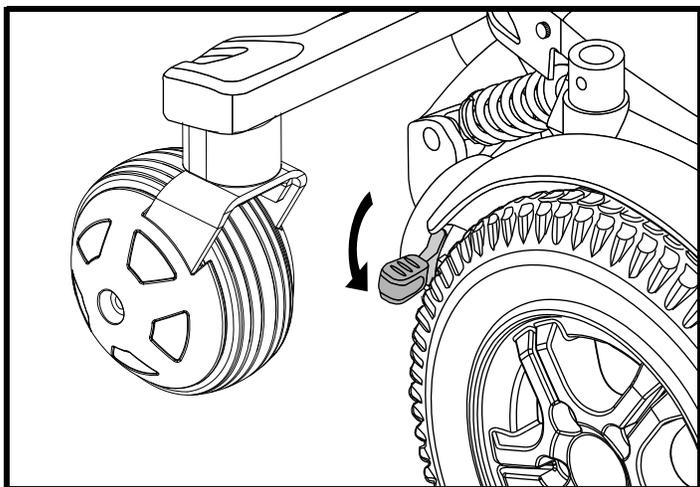

Figure 8. Mode « roues libres » (débrayé)
1. Poussez les deux leviers vers le bas pour débrayer le fauteuil et passer au neutre (moteurs désengagés). Voir la figure 8.